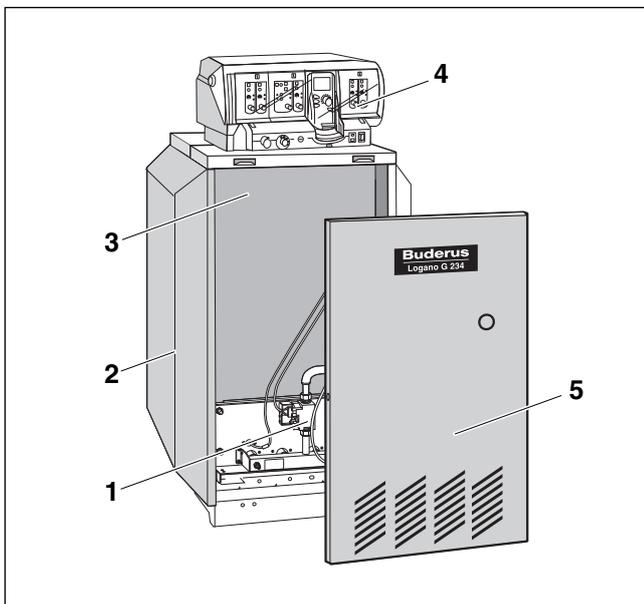

Рис. 1 Специальный газовый отопительный котел Logano G234 WS
Специальный газовый отопительный котел Logano G234 WS (→ рис. 1) оснащен на заводе газовой горелкой.
- Котловой блок с теплоизоляцией (→ рис. 1, [3]) и газовой горелкой (→ рис. 1, [1]).
- Обшивка (→ рис. 1, [2]) и передняя стенка котла (→ рис. 1, [5]).
- Система управления (→ рис. 1, [4]).